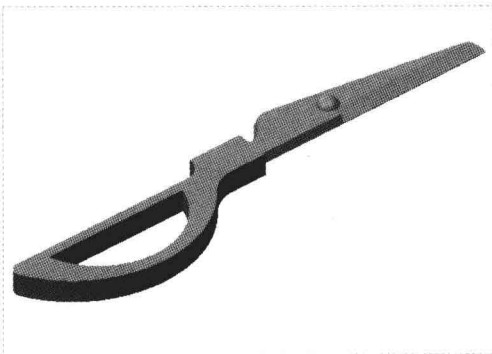

图 15-68 创建拉伸特征 2
Step 19 执行操作后，单击“应用并保存在工具中所做的所有更改，然后关闭工具操控板”按钮，完成拉伸特征的创建，如图 15-68 所示。